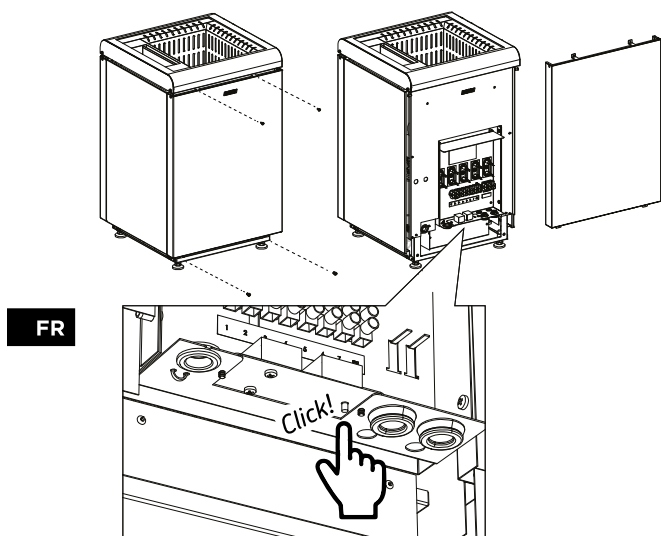

Figure 13. Réinitialisation de la sécurité-surchauffe de l'évaporateur
- Assurez-vous que la sécurité-surchauffe ne s'est pas déclenchée. (Figure 13. Réinitialisation de la sécurité-surchauffe de l'évaporateur)
- Instructions pour réinitialiser la sécurité-surchauffe de l'évaporateur (Figure 13. Réinitialisation de la sécurité-surchauffe de l'évaporateur)